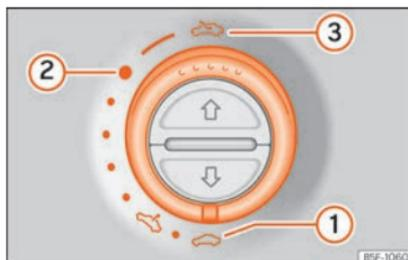

Fig. 15 Dans le ciel de pavillon : tourner la commande pour ouvrir et fermer.
- Ouverture : tourner la commande vers la position **»» fig. 15 ③**.
- Position confort : tourner la commande vers la position **»» fig. 15 ②**.
- Fermeture : tourner la commande vers la position **»» fig. 15 ①**.